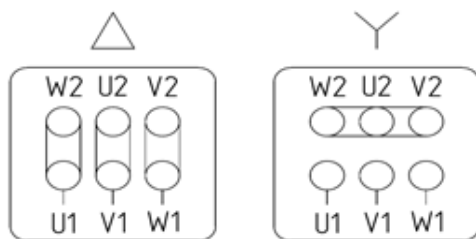

Рис. 11 Схема клеммных соединений
При прямом пуске двигатель должен использоваться по типу подключения, указанному на фирменной табличке электродвигателя и в технической документации. Двигатель можно подключать по схеме «звезда» (Y) или по схеме «треугольник» (Δ) (См. Рис. 11). Информация о схеме подключения каждого агрегата, так же указана в Приложении В.